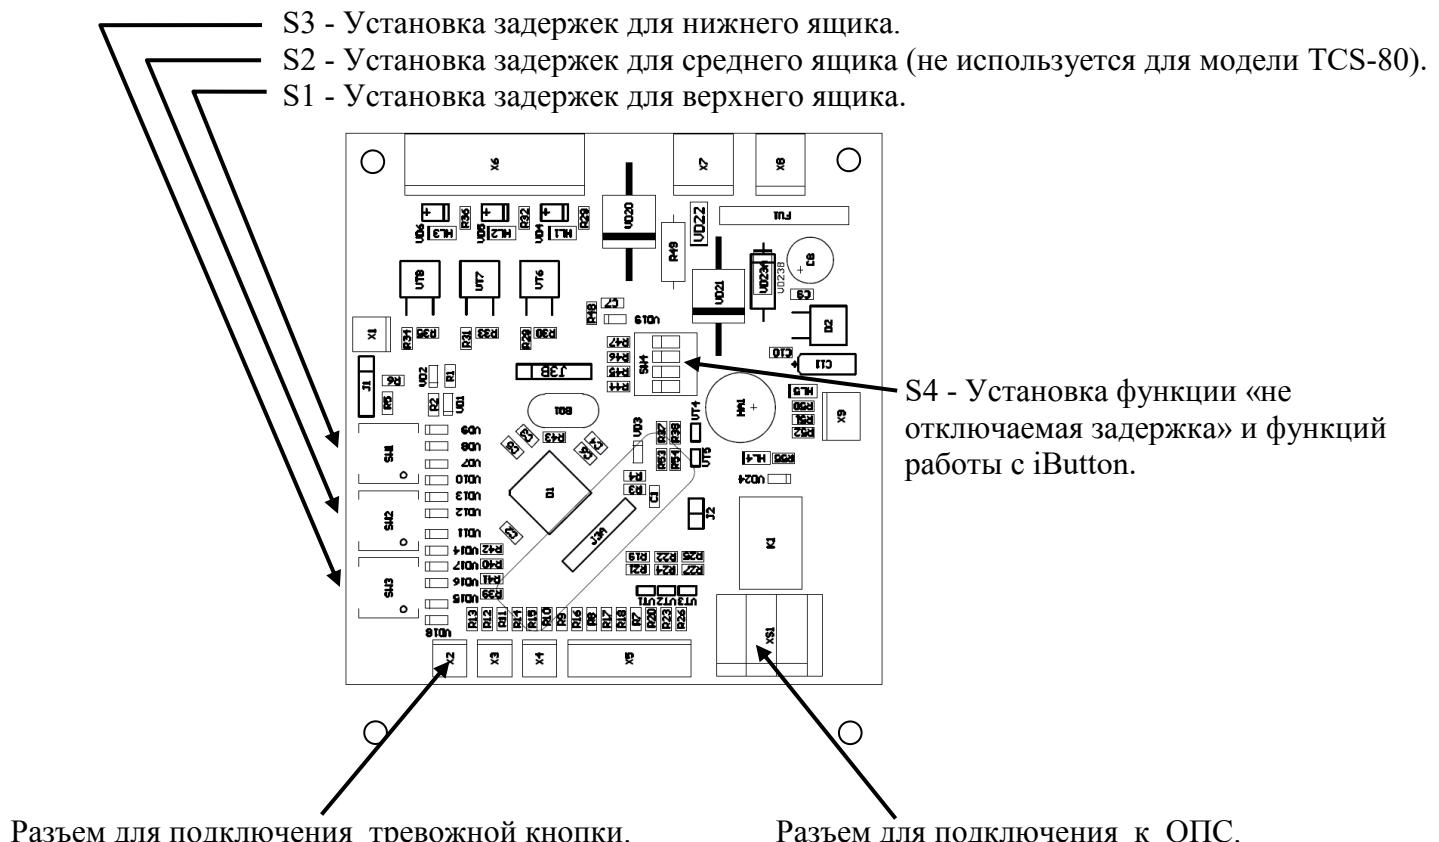

Рис. 4 Схематичное расположение элементов ЭБУ.
3. Подключение к охранной сигнализации и «тревожной кнопке» осуществляется через клеммную колодку в отсеке блока управления темпокассы (см. рис. 4).
1. Для выставления необходимых задержек предназначены три переключателя, значения которых выставляются в соответствии с таблицей 1. Каждому ящику соответствует свой переключатель (см. рис.4).
2. Для активации функции «не отключаемой задержки» (связи с системой ОПС), а также функций для работы с iButton предназначен ползунковый переключатель S4 (см. рис.4), значения которого выставляются в соответствии с таблицей 2 (таблица значений ползункового переключателя S4 со значениями функций работы с iButton находится в приложении к данной инструкции только на темпокассу TCS-110AS).